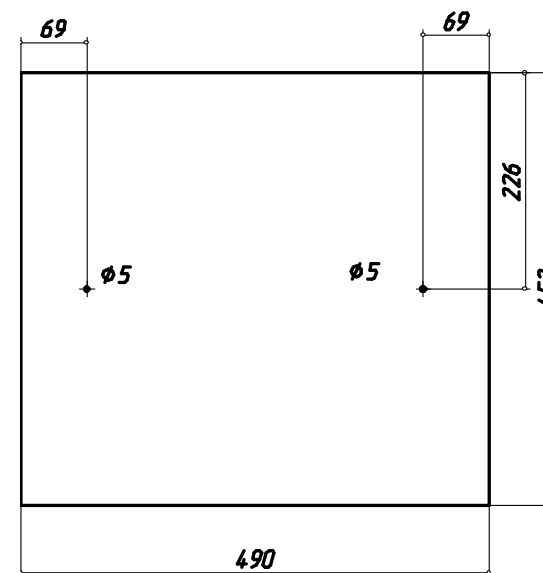

Рис. 4 Схема досверловки
5. В боковине 3 (центральная) досверлить 2 отверстия сверлом  $\varnothing 5$  мм для полкодержателей (см. рис. 4.);